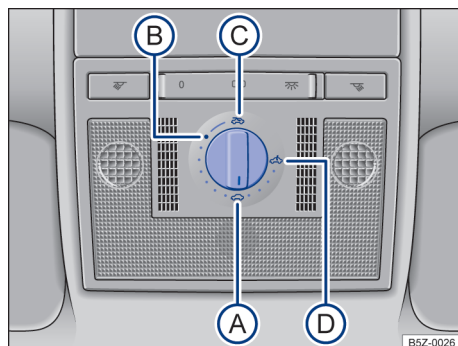

Fig. 55 No revestimento do teto: interruptor rotativo do teto solar. ▶
Girar o interruptor rotativo → Fig. 55 para a posição desejada para regular as seguintes posições do teto solar:
- Girar o interruptor rotativo para a posição → Fig. 55 (A) e puxar para baixo na área posterior, até que o teto solar esteja completamente fechado.